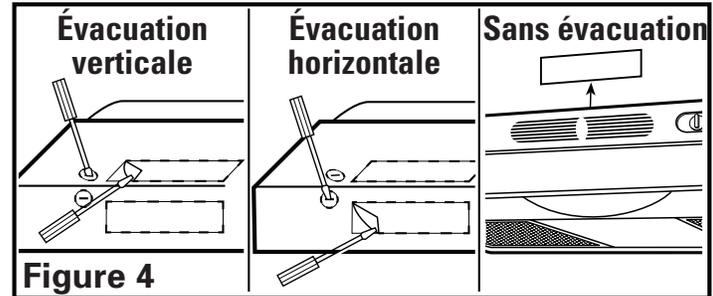

Figure 4
- Évacuation horizontale ou verticale** - Retirez la pièce rectangulaire défonçable. Pour ce faire, insérez un tournevis dans le pourtour et brisez les attaches qui le retiennent. Enlevez ensuite la pièce avec des pinces (**Figure 4**).
- Sans évacuation** - Soulevez et retirez le panneau de l'évent situé derrière la grille, exposant ainsi l'entrée d'air frontale. N'utilisez pas de tournevis ni tout autre objet qui pourrait égratigner la hotte (**Figure 4**).
- Déterminez sur où les fils entreront dans la hotte et retirez l'entrée électrique défonçable appropriée. Pour ce faire, insérez un tournevis dans la fente et faites un mouvement de va-et-vient jusqu'à ce que la pièce se détache (**Figure 4**).
**REMARQUE : INSTALLATION SANS ÉVACUATION SEULEMENT,** Si ce n'est déjà fait, retirez le panneau de l'évent situé derrière la grille (**Figure 4**).